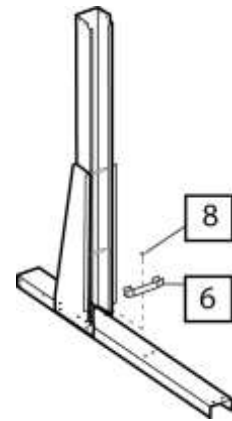

fig. 7
**E)** Una vez que se han apretados todos los tornillos sin forzarlos, coloque la pieza de conexión de guías (6) con un solo tornillo (8), como se ve en la fig. 7. A todos estos elementos unidos le llamamos **módulos**.